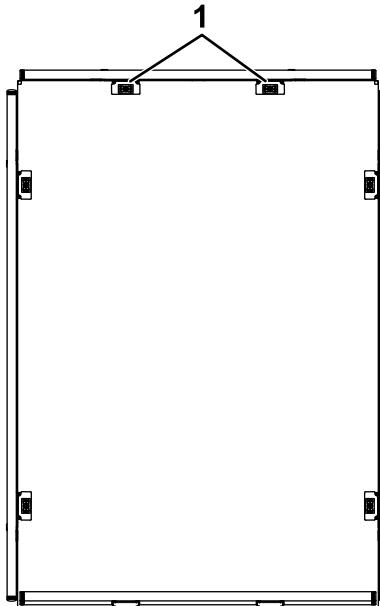
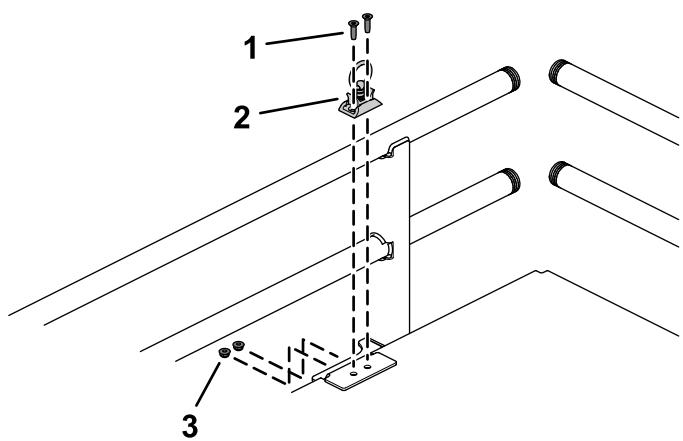

Figura 7
Figura 8
1. Collegate la staffa nelle posizioni indicate dalla Figura 7 con 2 viti (Figura 8).